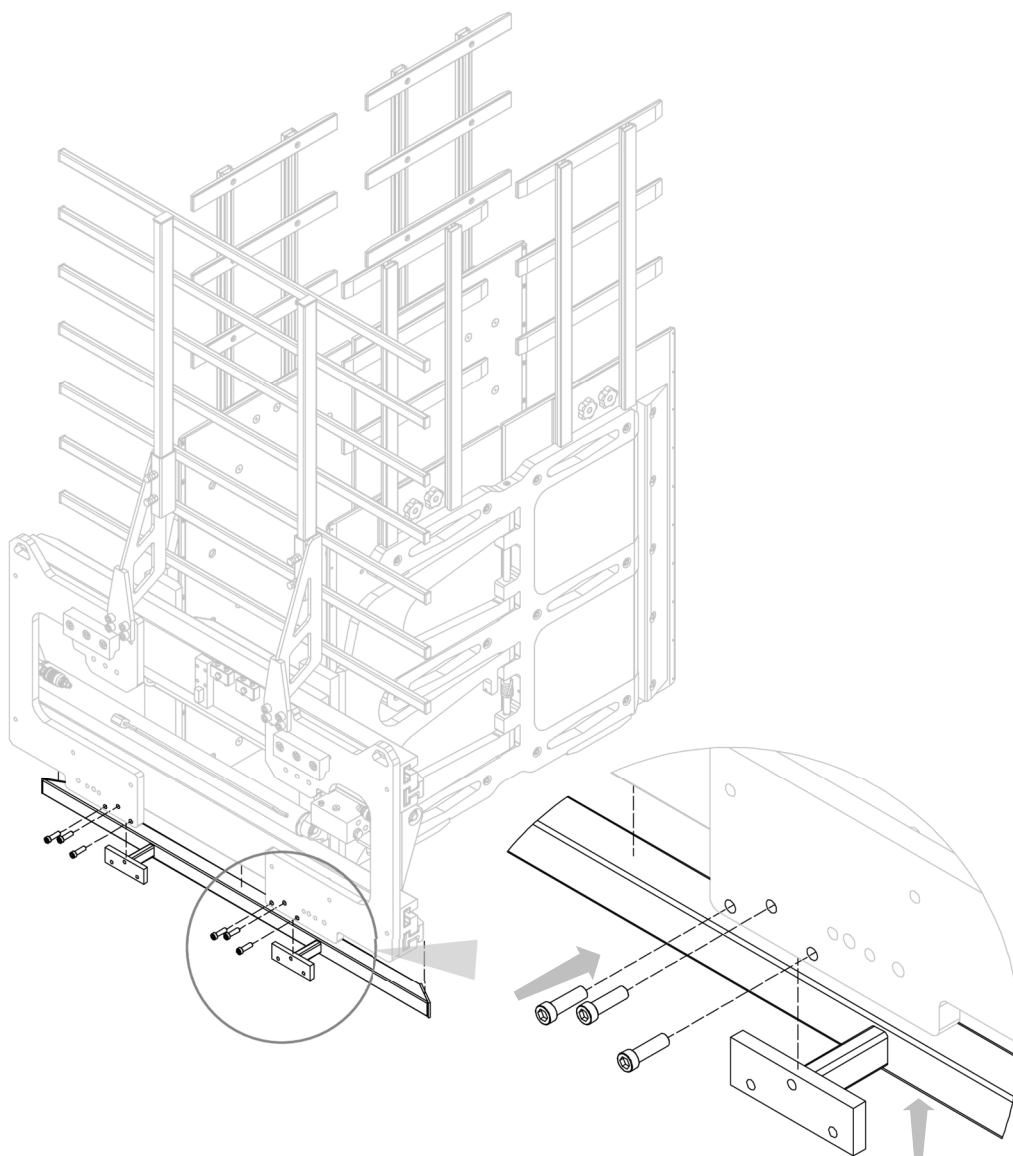

Figura 62
3. Desmontar el soporte de carga inferior después de quitar los tornillos correspondientes (ver *Figura 62*).